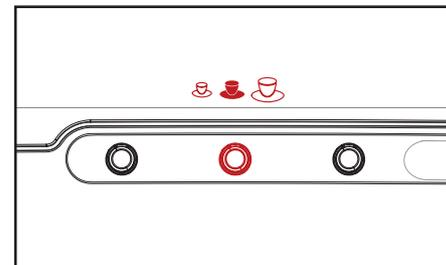

Fig. 4.5 - Pré-selecção do volume
2. Prima o botão VOLUME da pré-selecção para activar esta pré-selecção. Um ícone do copo (pequeno - médio - grande) aparece (Fig. 4.5).